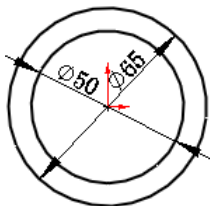

图 11.4.2 管道草图
Step1. 创建管道草图。选择下拉菜单 **插入(I)** → **草图绘制** 命令，系统弹出“编辑草图”对话框；选取前视基准面为草图基准面，绘制图 11.4.2 所示的管道草图。在添加 Ø50 和 Ø65 尺寸时，在“尺寸”对话框的 **主要值(V)** 区域的文本框中分别将两个尺寸命名为“内径”和“外径”；选择下拉菜单 **插入(I)** → **退出草图** 命令，完成管道草图的绘制。